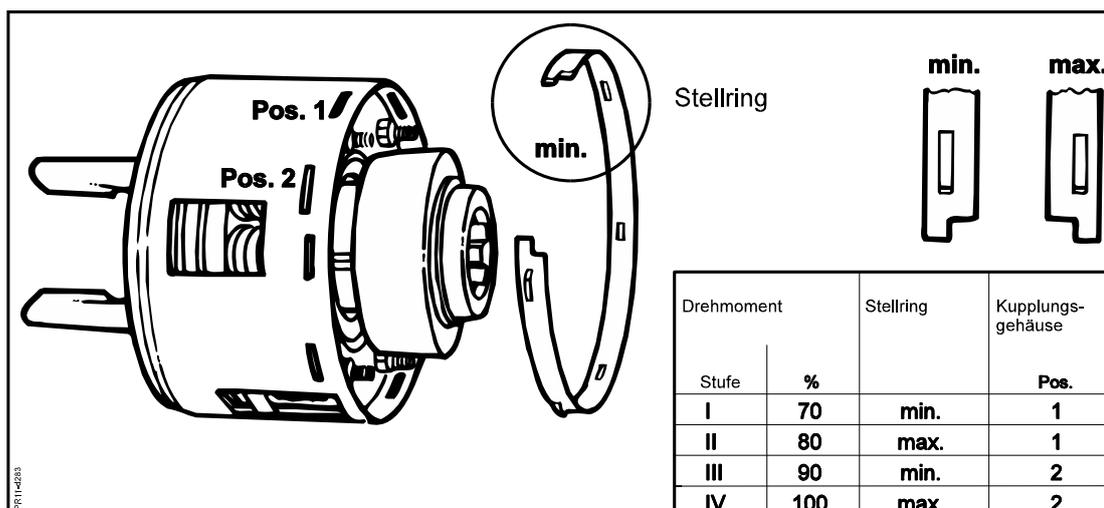

Fig. 5-4
**Fig. 5-4** Das Drehmoment der Friktionskupplung ist einstellbar. Sie sollten jedoch nicht die Einstellung ändern, die von der Fabrik gesetzt wurde, ehe Sie sich mit dem Händler oder mit der Kundendienstabteilung der Fabrik in Verbindung gesetzt haben.